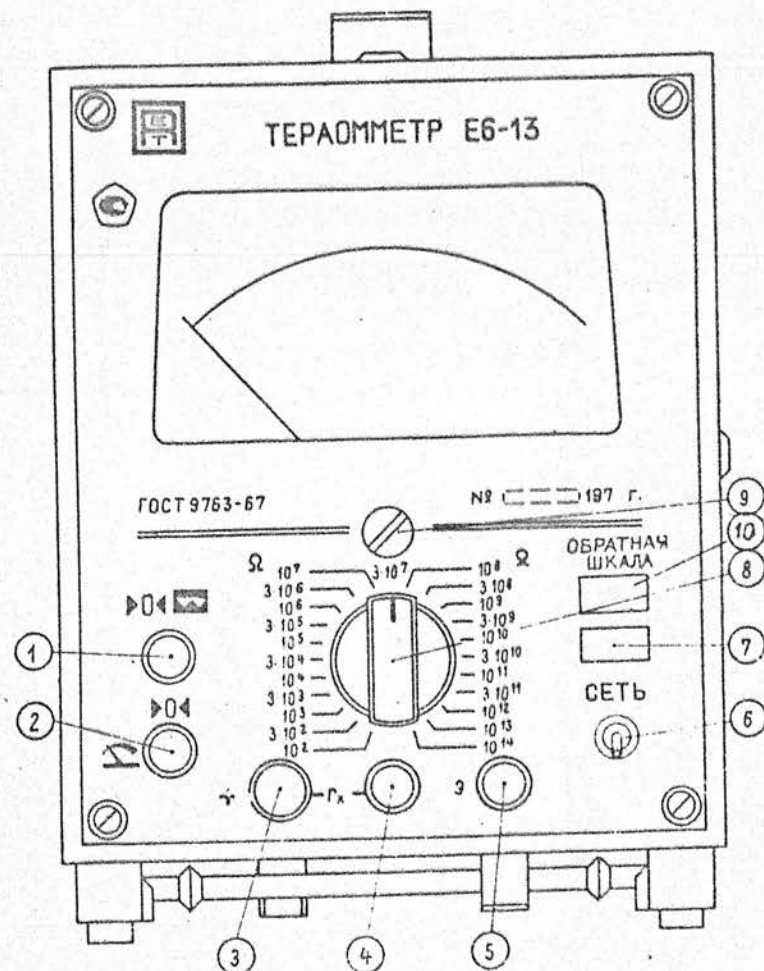

Рис.1. Вид прибора со стороны передней панели
Контакты высокоомной платы переключателя поддиапазонов, высокоомная входная клемма и замыкатель входа находятся под защитным потенциалом. Вид передней и задней панелей приведен на рис. 1 и 2.
7.1. Маркирование передней и задней панели приведены на рис. 1. и 2. На боковой стороне прибора крепится планка с надписью "Е6-13".
II.1. Расположение органов управления прибором приведено на рис. 1 и 2.